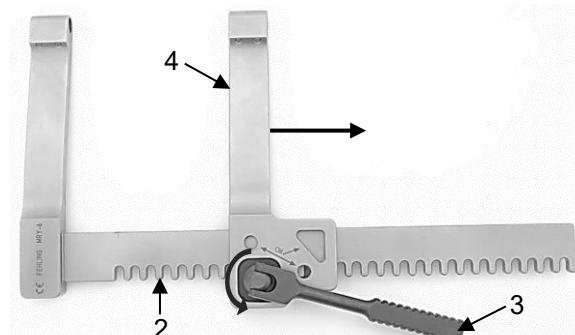

Fig. 18
tourner le levier d' entraînement (3) dans le sens anti-horaire pour déplacer le bras écarteur mobile (4) sur la crémaillère (2) vers l'extérieur de manière à pouvoir le retirer (Fig. 18).